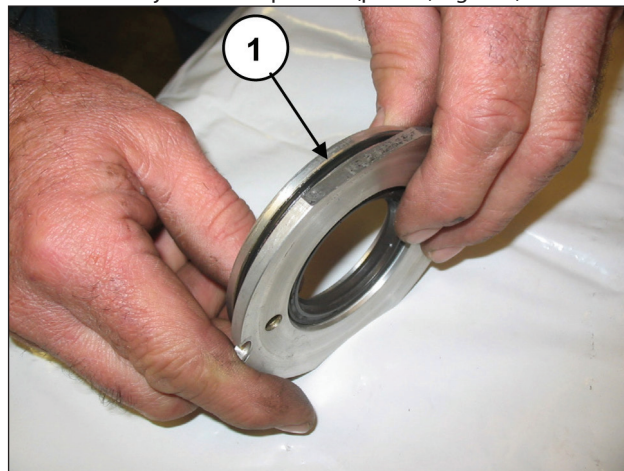
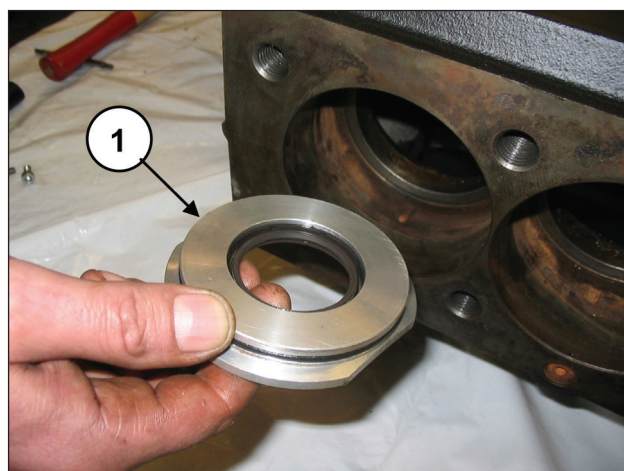

Fig. 140
Fig. 141
Colocar la junta tórica (pos. ①, Fig. 140) en el alojamiento de la tapa de retención e introducir el grupo montado dentro del cárter en el alojamiento específico (pos. ①, Fig. 141).